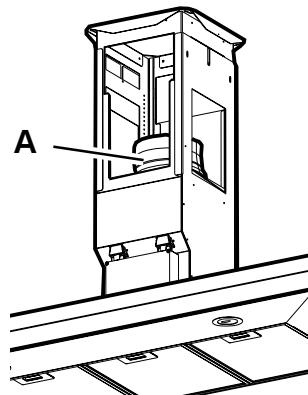

Fig. 1
- Luften leds ut av ett rör som skall sitta på anslutningsflänsen A. **Fig. 1.**